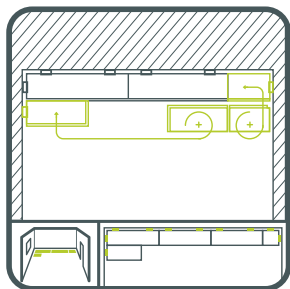

рис. 7
8.2.1 Укладка второго ряда начинается с остатка планки первого ряда (рекомендуемая длина оставшегося фрагмента не менее 30 см) (см. рис. 7).